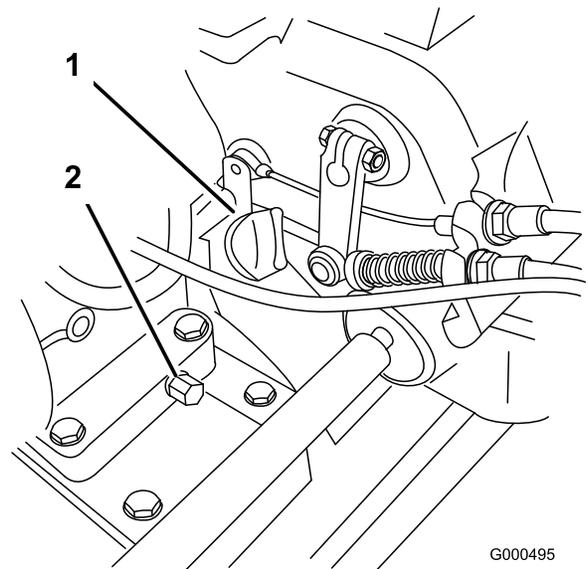

Figura 29
2. Coloque la máquina con el motor nivelado, y limpie la zona alrededor del indicador del nivel de aceite (Figura 29).
3. Retire la varilla del nivel de aceite girándola en sentido antihorario (Figura 29).
2. En la parte trasera de la máquina, coloque un recipiente debajo del tapón de vaciado (Figura 29). Afloje el tapón de vaciado.